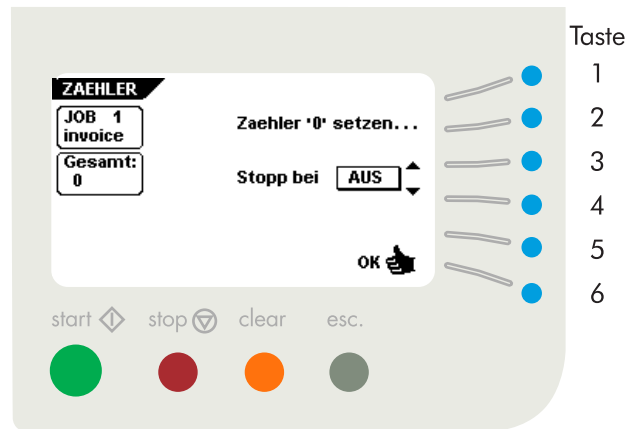

Abb. 23
Bei Betätigung der Taste 4 im "Hauptmenü (1)" erscheint im Display das Menü "Zähler" (Abb. 23) mit folgenden Funktionen:
- Speichern der Zählereinstellungen mit "OK" (Taste 6) und dadurch Rückkehr zum "Hauptmenü (1)".